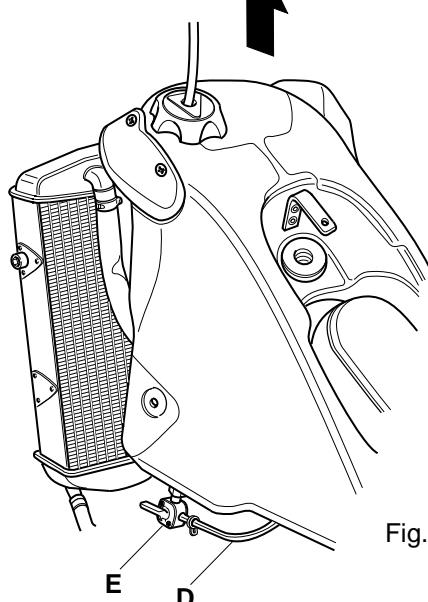

Fig. 38
3. Sollevare il serbatoio dopo aver staccato i tubi della benzina "D" (Fig. 38)
Ricordarsi di chiudere i rubinetti "E" (Fig. 38) prima di staccare i tubi benzina.
3. Riseing tank after to have broken off tubes of petrol "D" (Fig. 38).
Remembering to close taps "E" (Fig. 38) before of break offing petrol tubes.
- 3.Nach Abtrennen der Benztleitungen "D" (Abb.38) den Behälter heben.
Vor Abtrennen der Benztleitungen Hähne "E" (Abb.38) schliessen.
3. Soulevez le réservoir après avoir détachés les tuyaux de l'essence "D" (Fig. 38).
Se rappeler de fermer les robinets "E" (Fig. 38) avant d'enlever les tuyaux de l'essence.